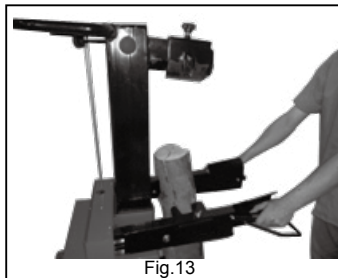

Fig.13
- Tout en serrant la pièce de bois, appuyez vers le bas simultanément sur les deux leviers pour commander hydrauliquement la descente du coin aiguisé comme sur la fig.13.